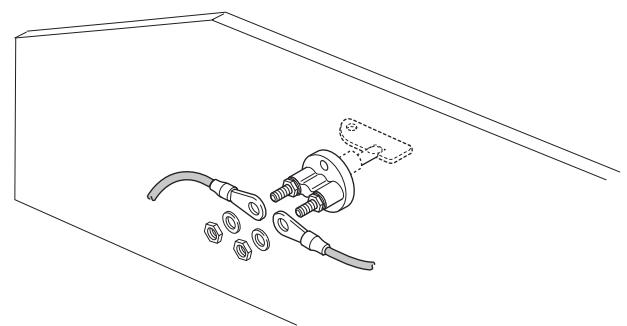
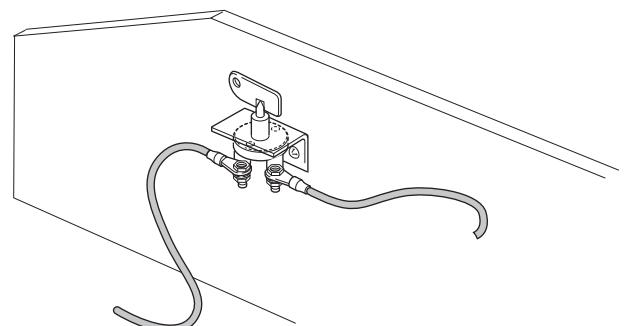

Abb. 46
Abb. 47
- Eine geeignete Befestigungsmöglichkeit für den Batterietrennschalter wählen (siehe Einbaubeispiele Abb. 46, Abb. 47).